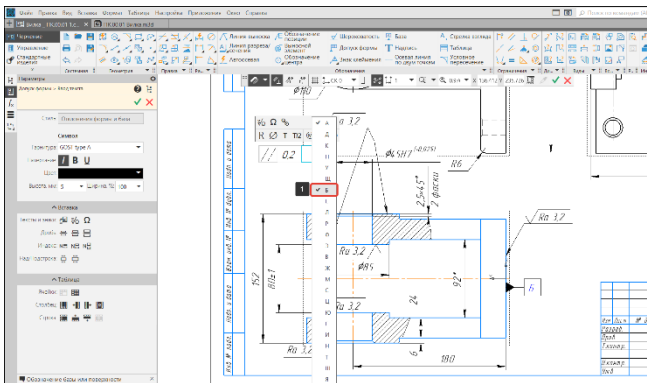

Рисунок 256 – Выбор базы
- Дважды кликнем левой кнопкой в третью ячейку (1). В диалоговом окне выберем обозначение базы – Б (Рисунок 256). Доступные буквенные обозначения показаны галочкой;